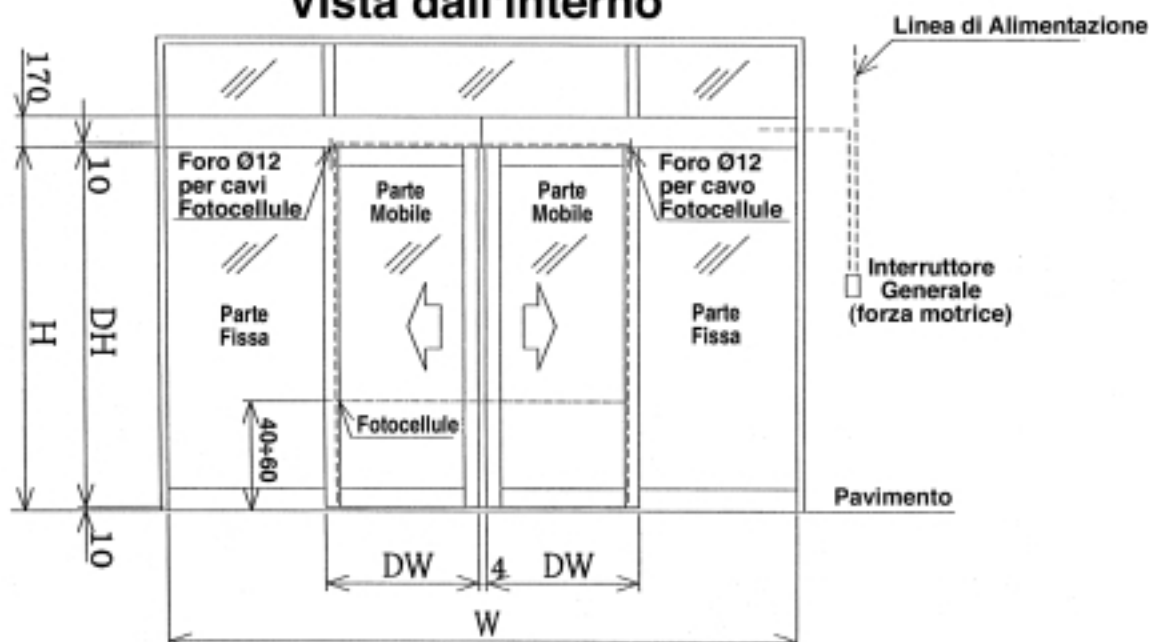

Fig.2
- 1 - Misurate 40÷60cm da terra sui due lati dell'apertura e predisponete la foratura delle colonne a 10cm di distanza massima dalla parte mobile (Fig.2).
- 3 - Fate due fori Ø12 sul binario in corrispondenza delle colonne di sostegno (Fig.2) per poter effettuare i collegamenti elettrici tra le fotocellule e il loro amplificatore (togliete le scorie).